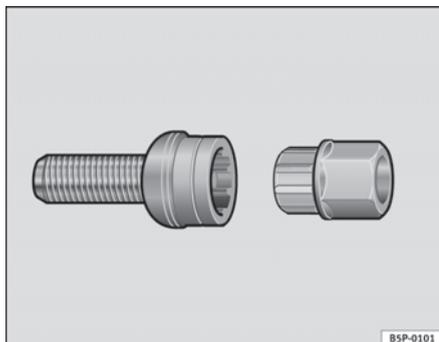

Fig. 159 Boulons de roue antivol
- Introduisez l'adaptateur au maximum dans le boulon antivol de la roue ⇒ **fig. 159**.